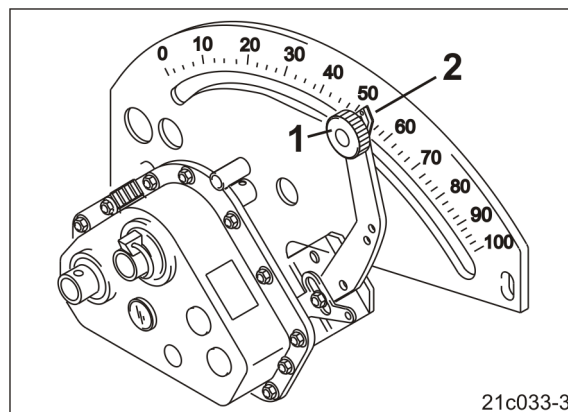

Fig. 156
5. Eliberați butonul de blocare (Fig. 156/1).
7. Plasați indicatorul (Fig. 156/2) pârghiei transmisiei la valoarea de reglarea a transmisiei.